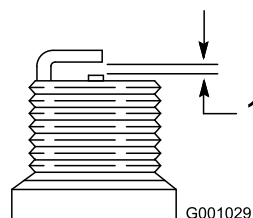

Рисунок 29
- На новой свече установите зазор между электродами, равный 0,76 мм (Рисунок 29).